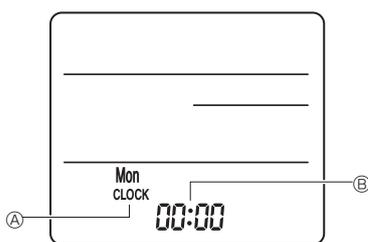

Fig. 6-8
3) Innstilling (klokkeinnstilling) (Fig. 6-8)
① Sett inn batteriene eller trykk på ● CLOCK-knappen med noe skarpt.